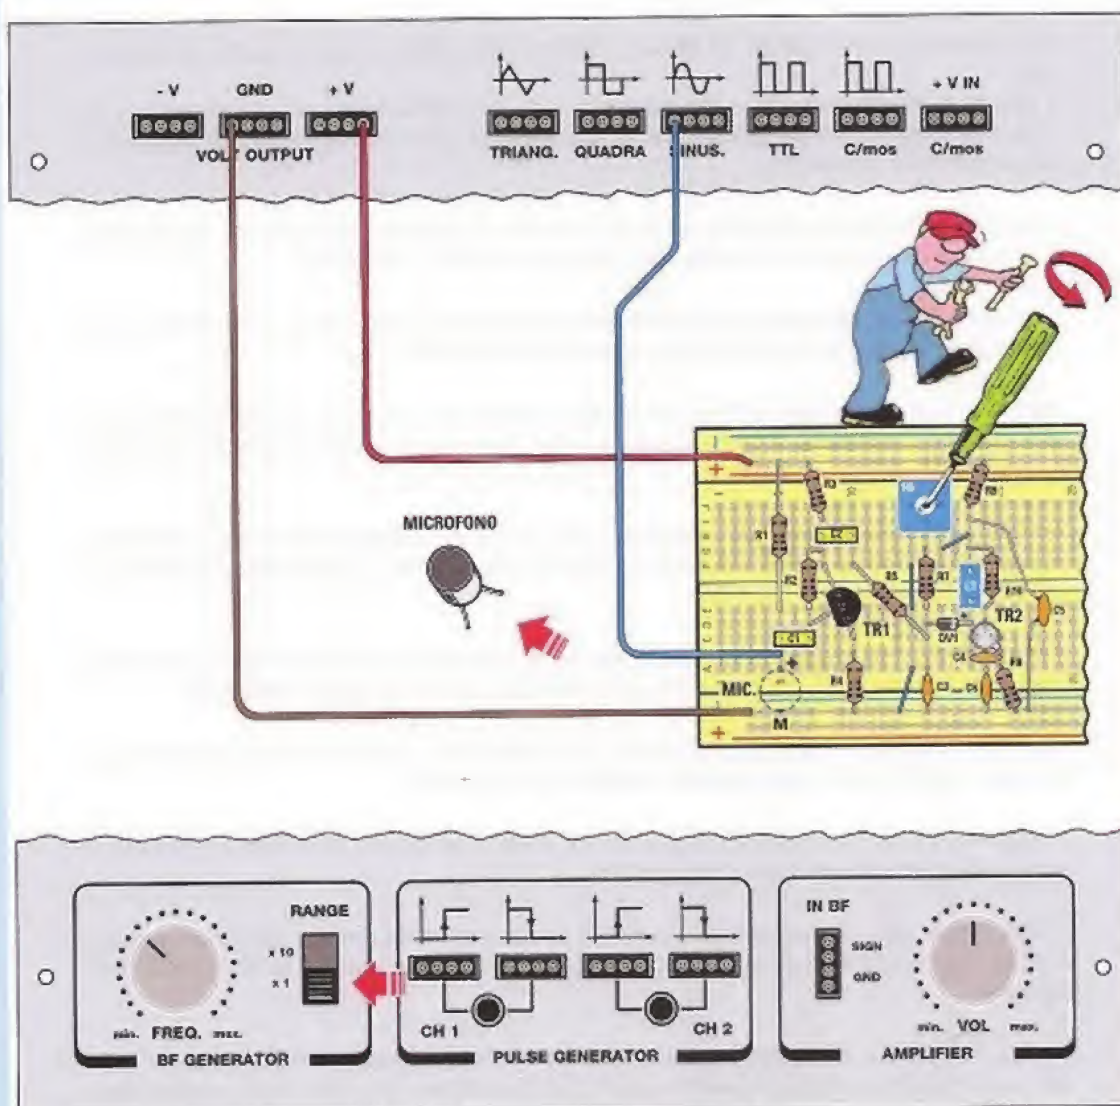

Fig.21 Estraete dalla breadboard il **microfono** e al posto del suo terminale **positivo (+)** u-
- localizzate sulla breadboard il **trimmer R6** di regolazione della **sintonia** del trasmettitore e con un piccolo cacciavite ruotatelo fino a portare il cursore a **metà corsa** (vedi fig.21).